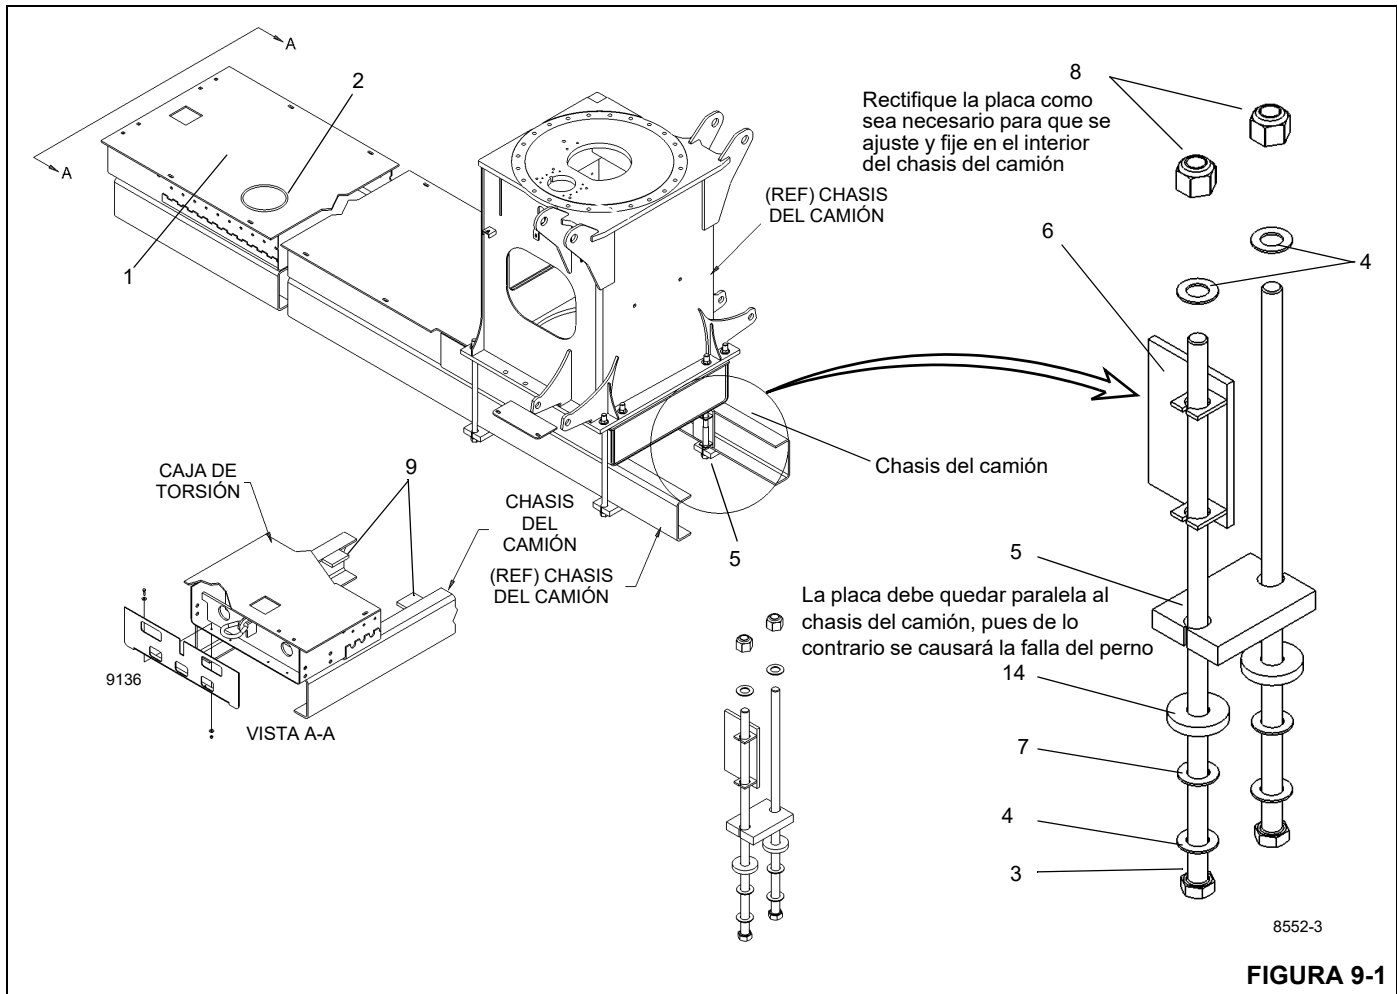

FIGURA 9-1
Coloque el conjunto de torreta y la caja de torsión en el conjunto de chasis de modo que los pernos de montaje puedan fijarse a través de las placas que sujetan los conjuntos al chasis (Figura 9-1).
1. Coloque el conjunto de caja de torsión en posición en el bastidor del chasis (Figura 9-1).